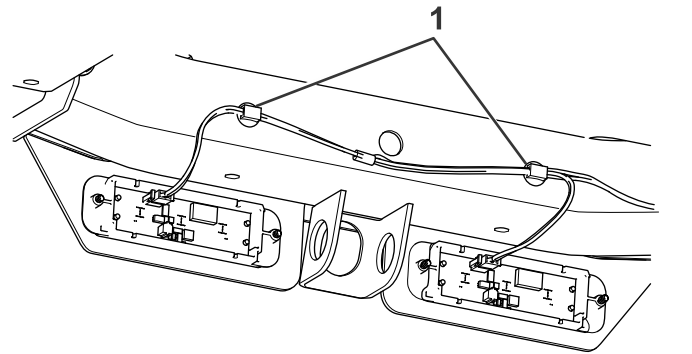

図7
4. ワイヤハーネスをライトの裏面に接続し、ハーネスを前フレームレールにハーネスクリップで固定する図7。